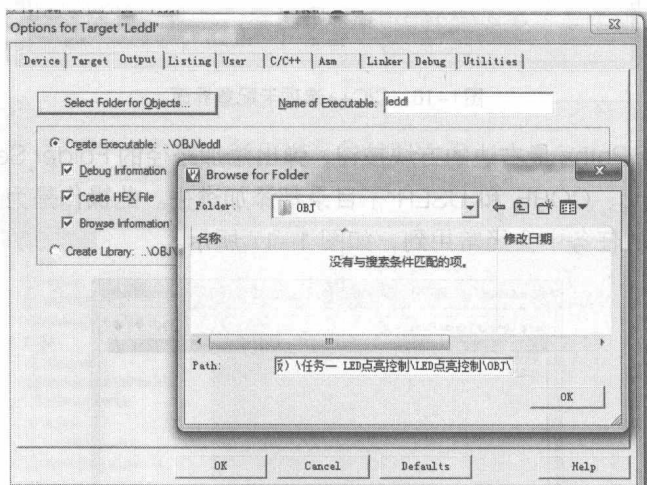

图1-19 配置Output选项卡
(3) 设置完 C/C++ 选项卡配置界面后，单击 OK 按钮，在“Options for Target 'Leddl'”对话框中，选择 Output 选项卡。先选中 Create HEX File 选项；再单击“Select Folder for Objects...”按钮，在弹出的对话框中选中 OBJ 子目录，单击 OK 按钮。以后工程编译的 HEX 文件以及垃圾文件就会放到 OBJ 子目录里面，保持了工程简洁不乱，如图 1-19 所示。